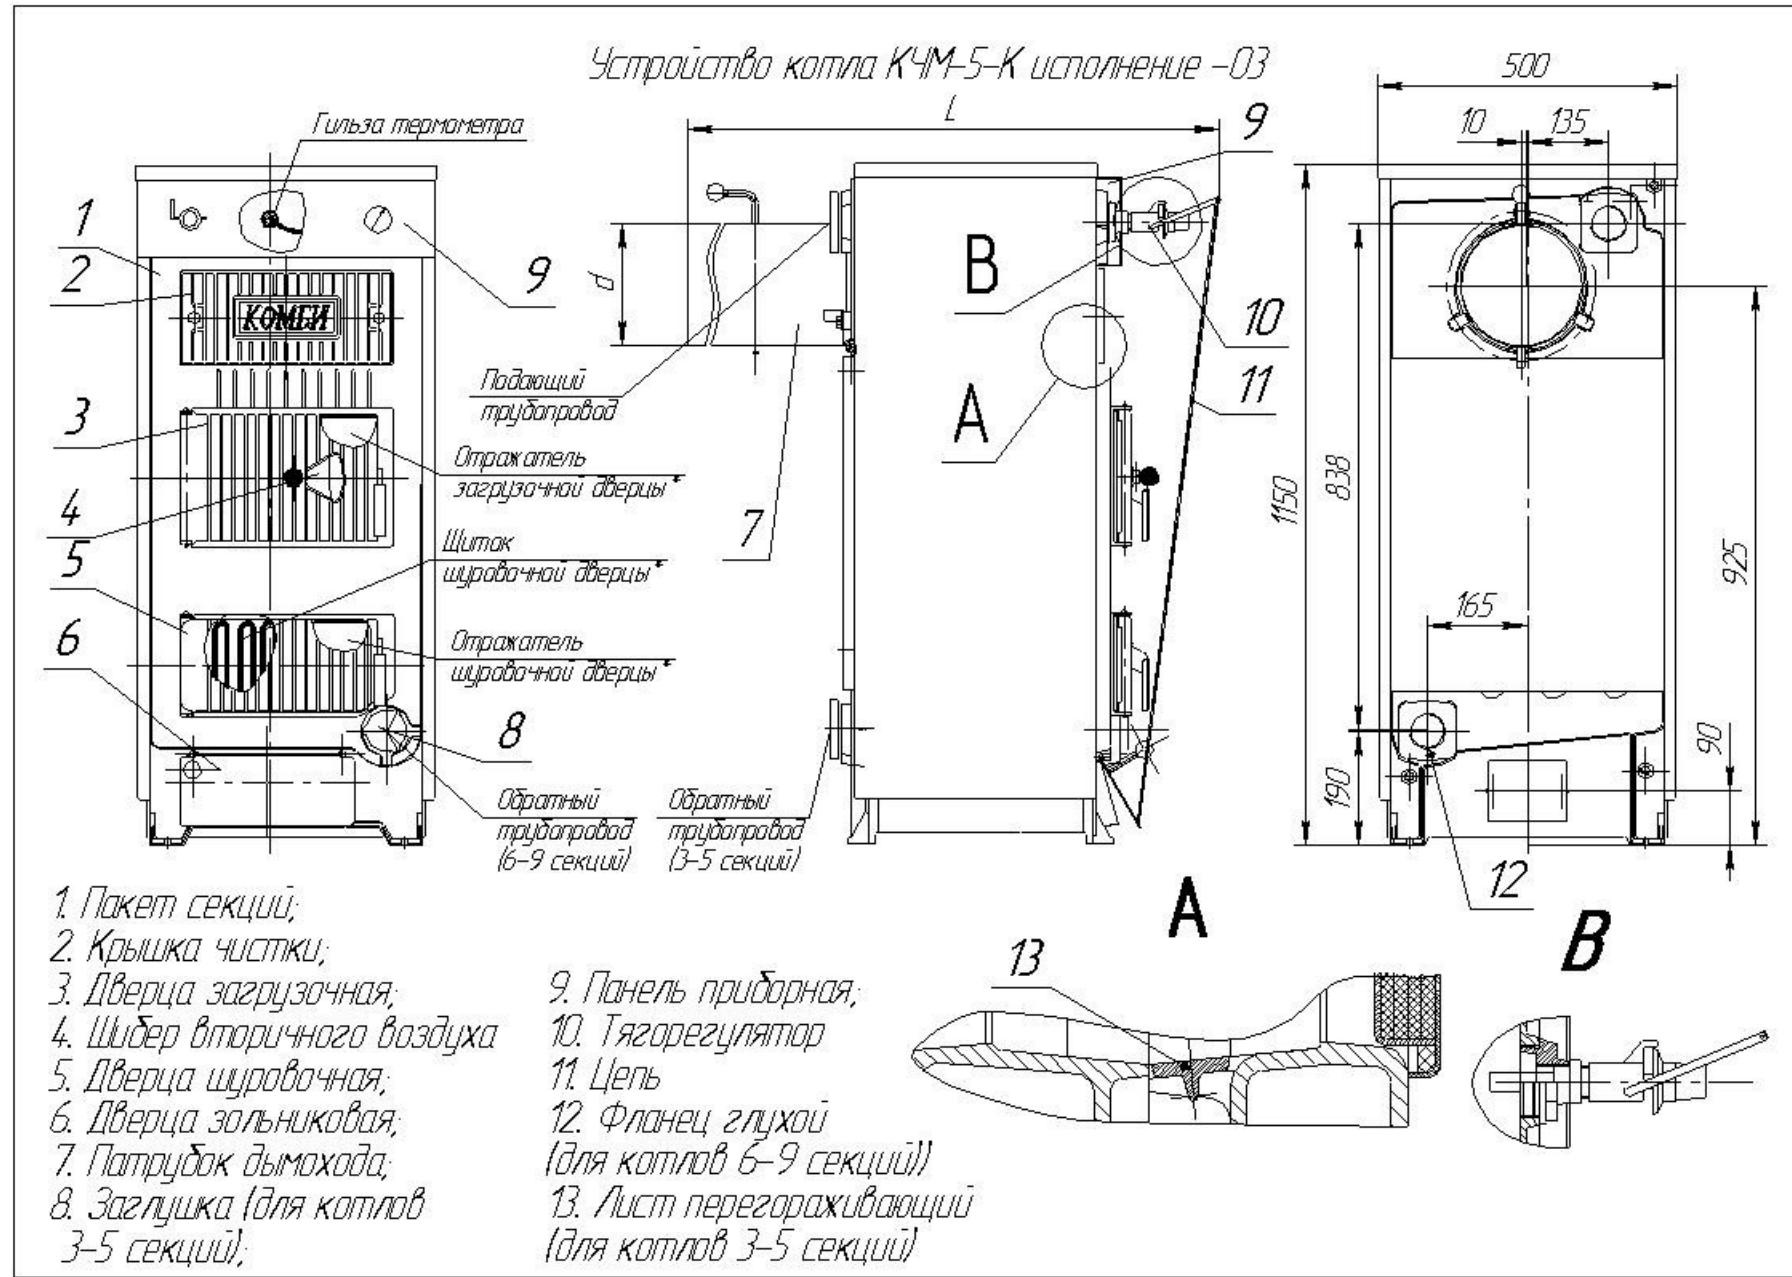

Рис. 3.1
3.1 Устройство котла для сжигания твёрдого топлива приведено на рис.3.1; 3.1а и 3.2.
Рис. 3.1а